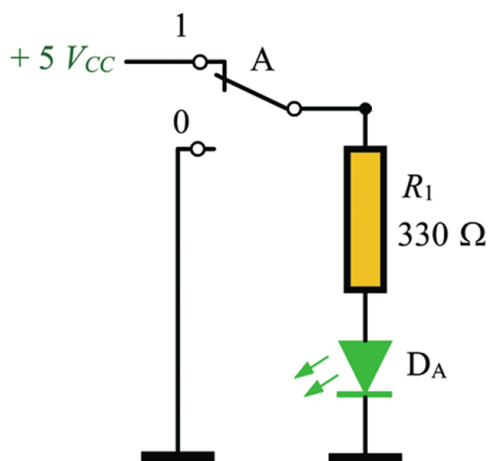
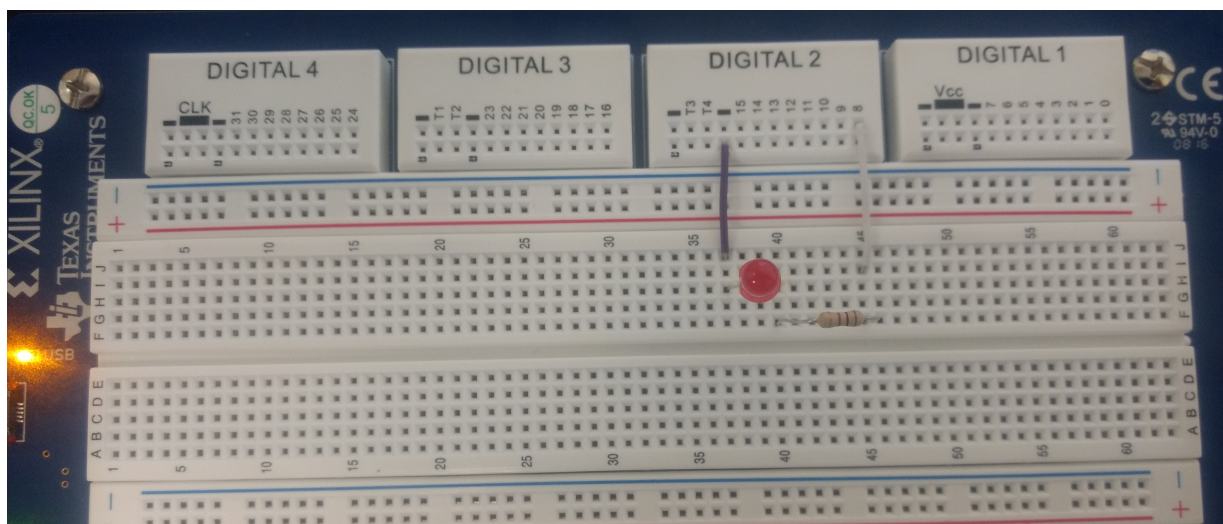
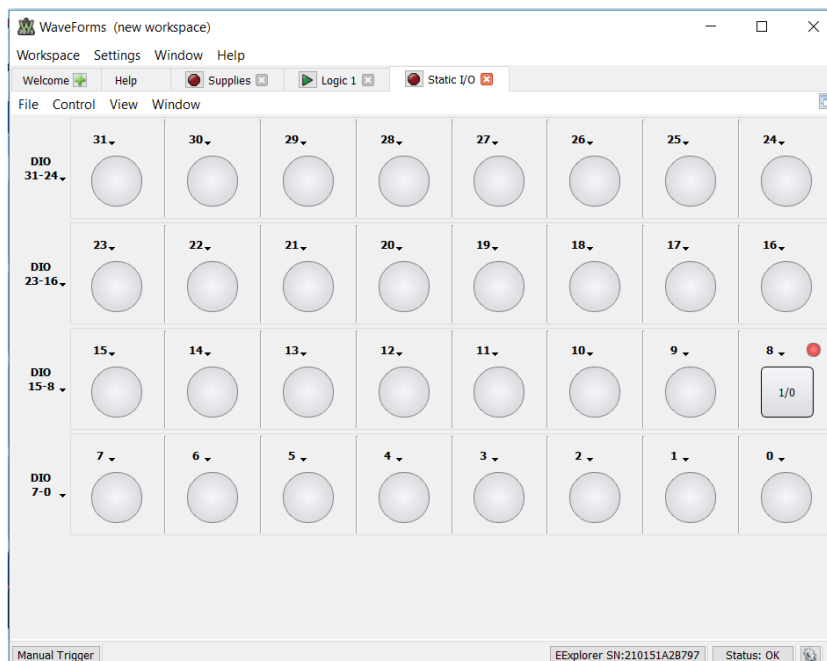

Figura 16. Esquemático del circuito a implementar.
Figura 17. Implementación del circuito en la EE Board.
Figura 18. Configuración del *switch* en el software WaveForms.
- En este primer circuito haremos simplemente un circuito serie que nos permitirá encender y apagar un diodo LED. Para esto arme en la zona protoboard de la EE Board el circuito esquemático mostrado en la figura 16; para tener una mejor perspectiva del circuito puede revisar la figura 17.
- Configure el circuito de la figura 17 y tenga cuidado con las patillas de conexión del LED; después configure el software: en la opción *Static I/O* cambie el tipo de *switch* y pruebe que el LED enciende. Esto se puede apreciar en la figura 18.
Nota técnica — cómo funciona el interruptor de la figura 16